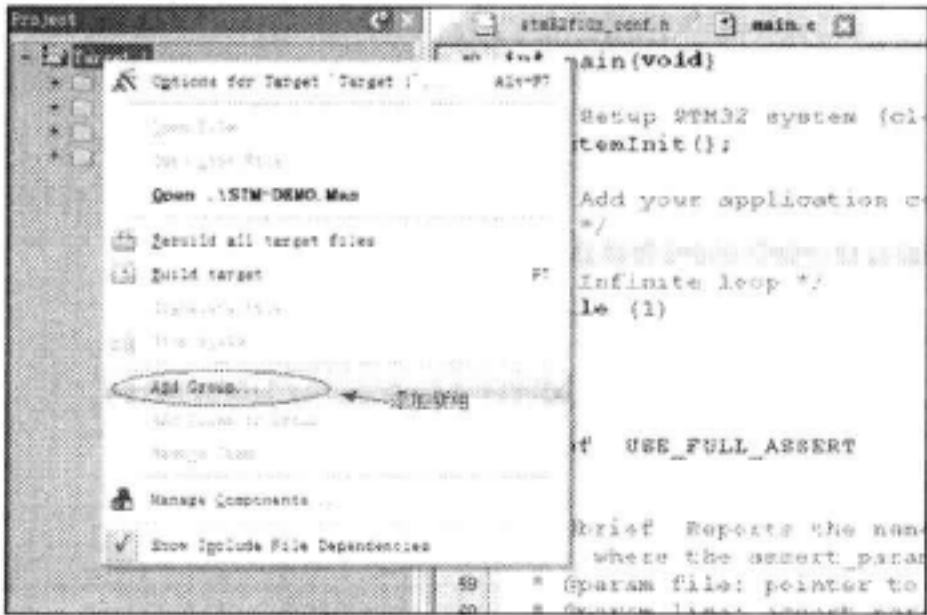

图 3-16 添加文件组
10) 回到我们的工程中, 选中 Target 右键选中 Add Group 选项新建 4 个组, 分别命名为 STARTCODE、USER、FWlib、CMSIS, 见图 3-16。